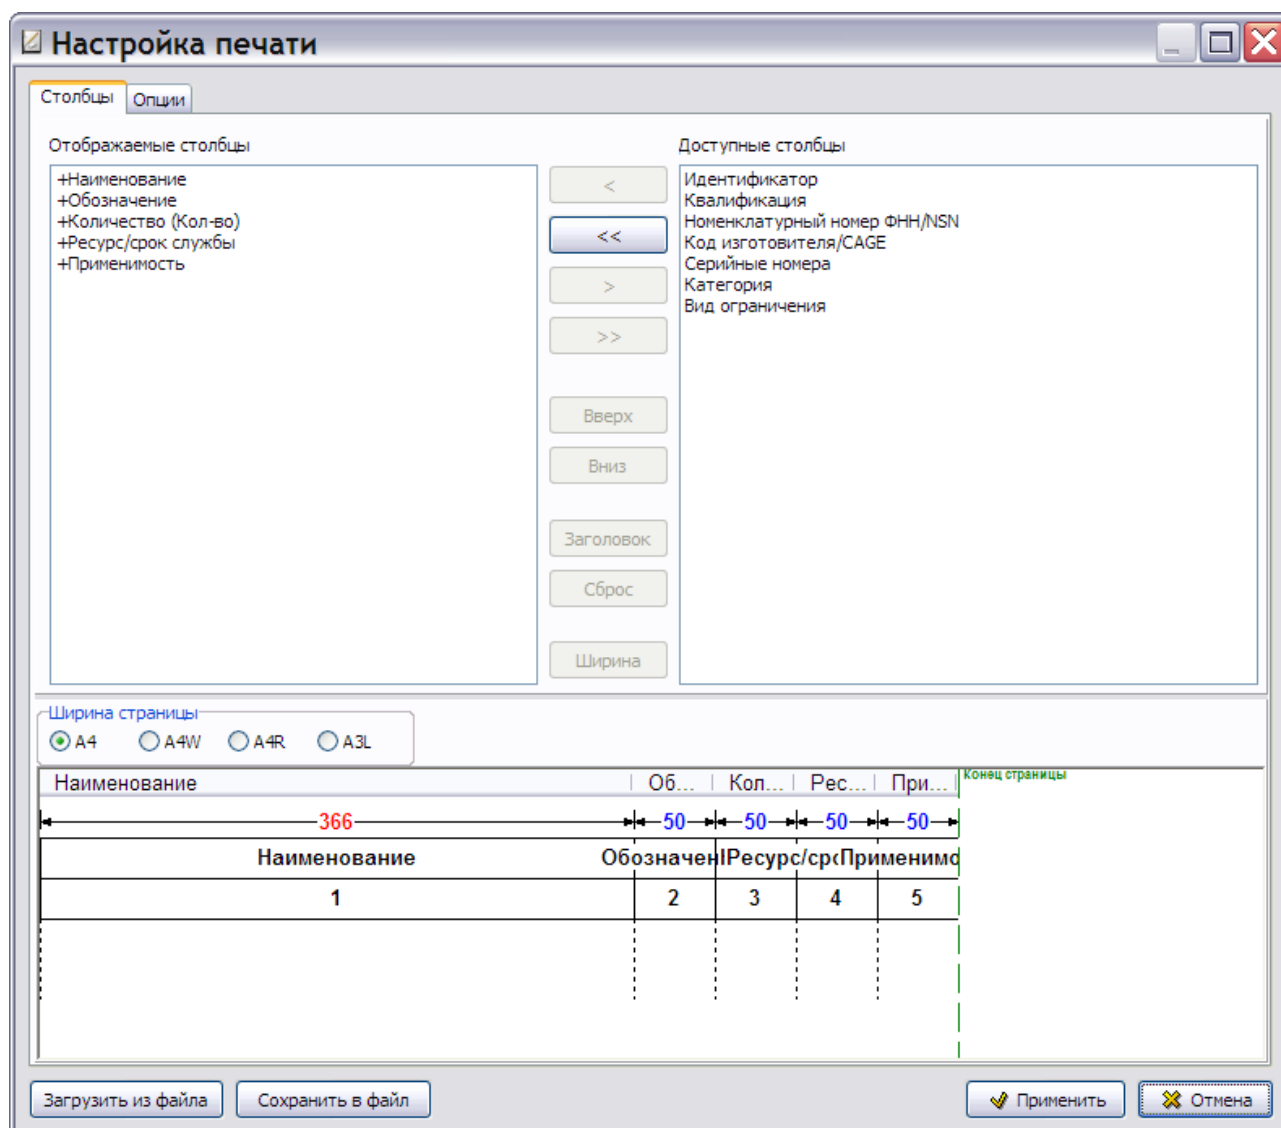

Рис. 3.46
5. Нажмите на кнопку **Применить**. После этого откроется окно **Настройка печати** (Рис. 3.46).